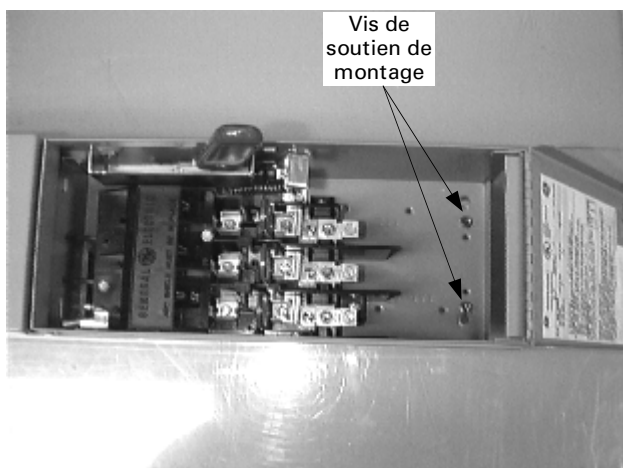

Figure 1. Retrait du soutien de montage de l'interrupteur.
1. **Retirer le soutien de montage.** Retirer les deux vis montrées à la Figure 1 et retirer le soutien de montage de l'interrupteur.